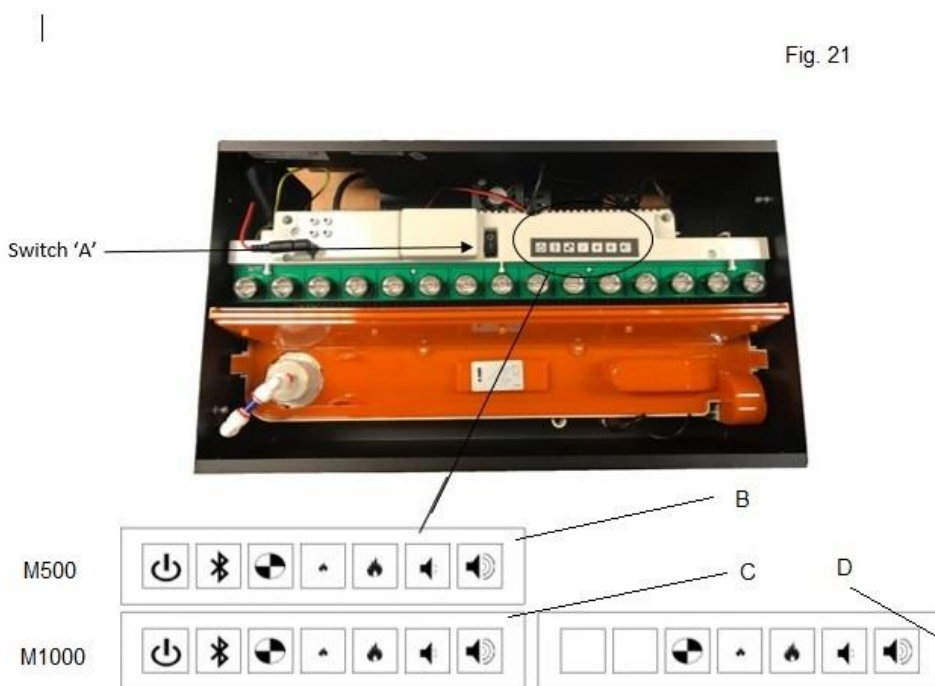

Fig. 21
Warnung – Bewegen Sie den Schalter immer in die 'OFF'-Position (0) (Abb. 21) und trennen Sie das Gerät von der Stromversorgung, bevor Sie das Feuer reinigen.
1. Drücken Sie den Schalter 'A' auf 'OFF' (0) Position (Abb. 21).